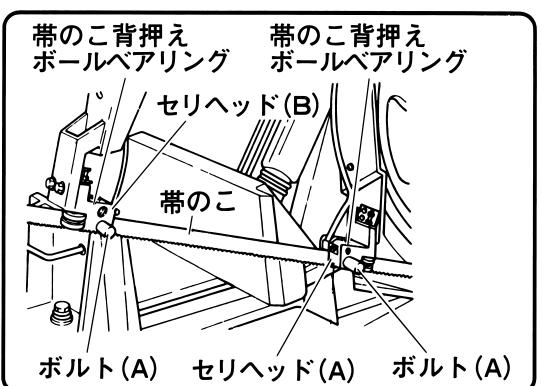

図 20
- (6) 帯のこを手でねじりながらセリヘッド (A) およびセリヘッド (B) の帯のこ背押えボールベアリングに突当るまで挿入します。 (図20)
- (7) セリヘッド (A) 側とセリヘッド (B) 側のボルト (A) をそれぞれボルト (A) 取付け面に軽く突当るまで締付けます。 (図20)